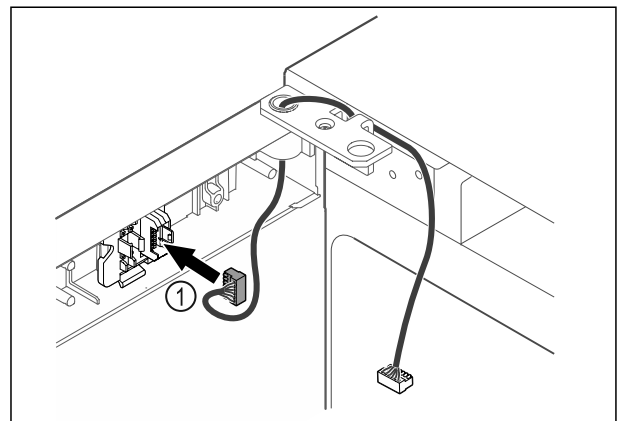

Fig. 55
- Inserire il connettore Fig. 55 (1) nel supporto connettori.